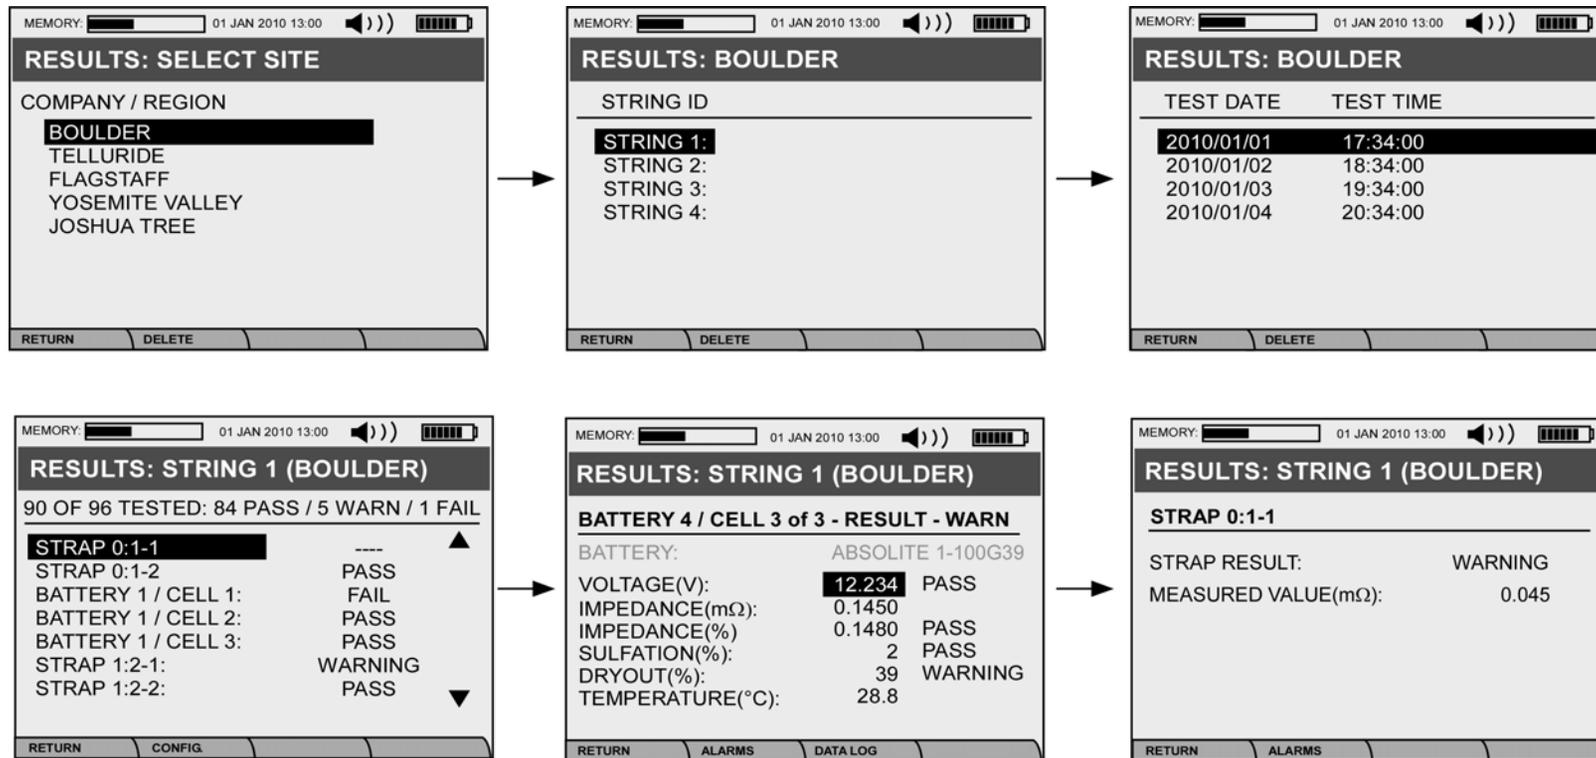

Figura 3.1. Las diferentes pantallas para navegar en el Menú **RESULTADOS DE PRUEBAS**.
- (1) Se pueden borrar los resultados de prueba.
- (2) Entrada y/o modificación de información específica de la batería y del sitio.
- (3) Se pueden ver las configuraciones de prueba y las configuraciones asociadas con ellas.
Las siguientes seis (6) pantallas en la **Figura 3.1**, ilustran la navegación para revisar los datos de prueba.